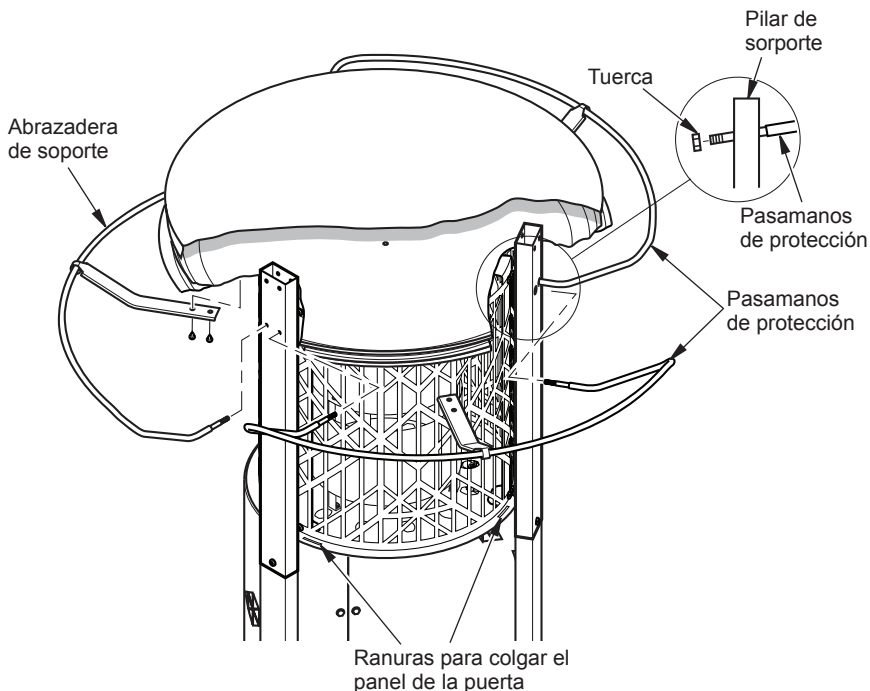

Figura 11 - Conjunto de pasamanos de protección (la parte superior y los deflectores se eliminaron para propósitos de claridad)
18. Deslice las abrazaderas de soporte a través de los pasamanos de protección como se muestra en la figura 11. Asegúrese de que las abrazaderas se curven hacia abajo.
19. Inserte los pasamanos de protección en los orificios de los pilares de soporte (consulte la figura 11). Los pasamanos de protección entran completamente en los pilares de soporte. Fije 1 tuerca (G) a los extremos de los pasamanos de protección como se muestra en la figura 11.
20. Fije las abrazaderas de soporte a la parte inferior del deflector utilizando 2 tornillos (F) en cada una como se muestra en la figura 11.